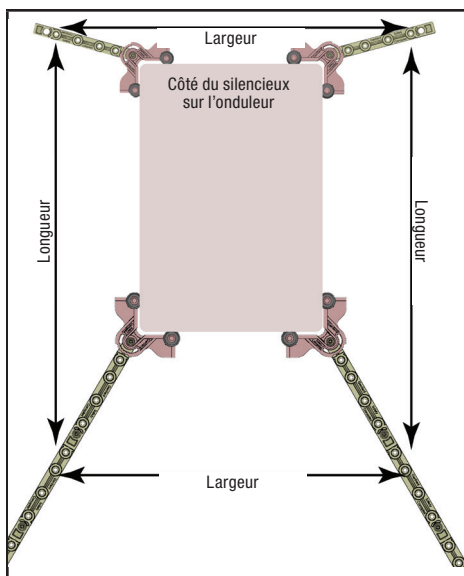

Figure 14 : Localisez les trous de la tige télescopique restante
Lorsqu'elles sont placées correctement, les tiges télescopiques formeront un rectangle autour de la génératrice à onduleur lorsque vous la regardez du dessus. Voir Figure 14.
**IMPORTANT :** Consultez la figure 14
**IMPORTANT :** Consultez la figure 14 à la page suivante.